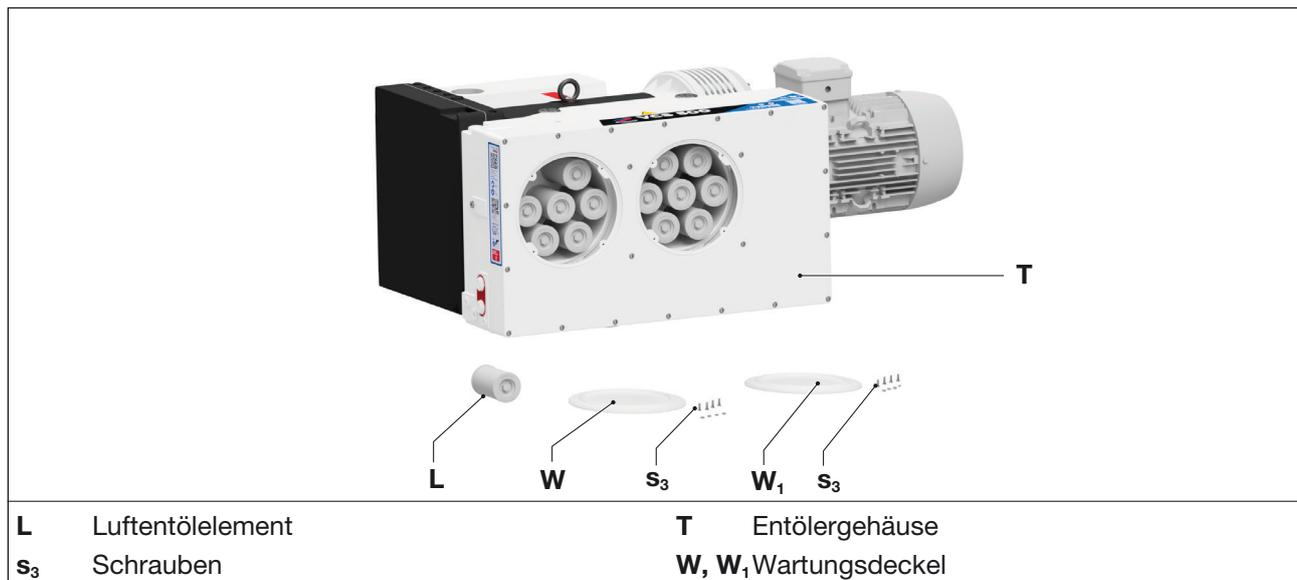

Abb. 10 Luftentölelemente
- Die Schrauben (Abb. 10/s₃) an den Wartungsdeckeln (Abb. 10/W, W₁) lösen und die Wartungsdeckel abnehmen.
- Alle Luftentölelemente (Abb. 10/L) mit einem Ringschlüssel (Schlüsselweite 19 mm bzw. 3/4“) gegen den Uhrzeigersinn herausschrauben.